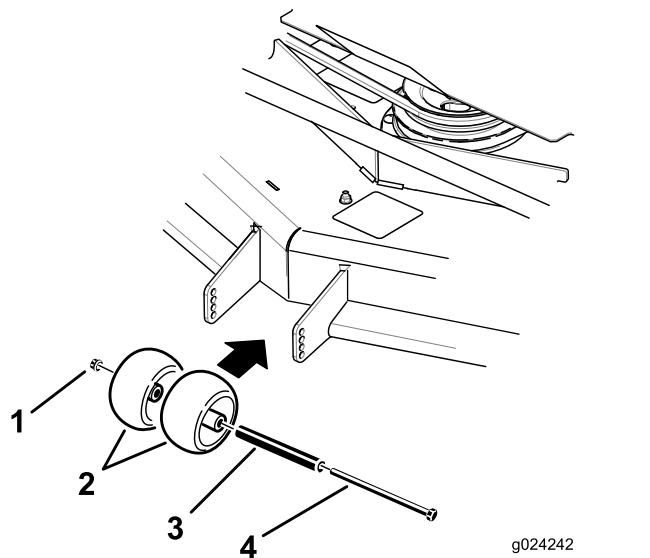
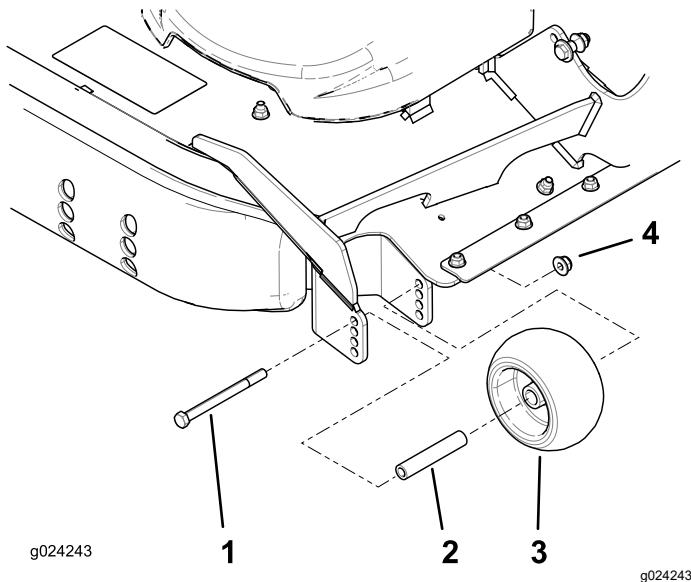

Figura 32
Figura 33
3. Ajuste los rodillos protectores del césped según se muestra en Figura 32 y Figura 33.